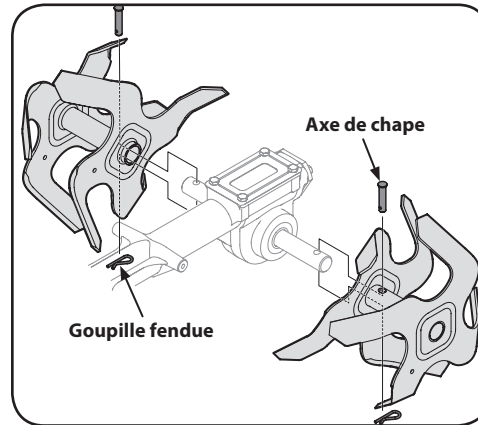

Figure 5-8
- Pour démonter un ensemble de dents, retirez la goupille fendue qui fixe l'axe de chape. Voir Figure 5-8. Retirez l'axe de chape et faites glisser l'ensemble des dents vers l'extérieur pour le faire sortir de l'arbre des dents.